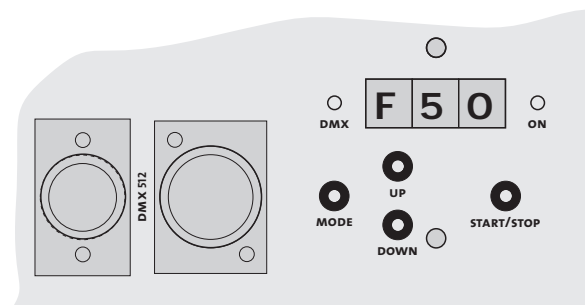

Fig. 2:
- c) Appuyez à présent à nouveau sur la touche de mode [14], jusqu'à ce qu'un F (fan) suivi de deux chiffres apparaissent sur l'afficheur [17] (cf. fig. 2).
- a) Pressez le bouton de mode [14] sur le panneau de commande, jusqu'à ce qu'un F (fan) suivi de deux chiffres apparaisse sur l'afficheur [17] (cf. fig. 2).